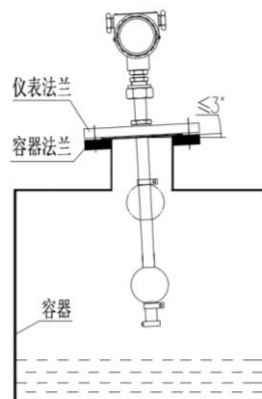

图5
6.2.1 安装前，确定容器法兰是否水平（见图5），确保法兰水平度在3°以内。